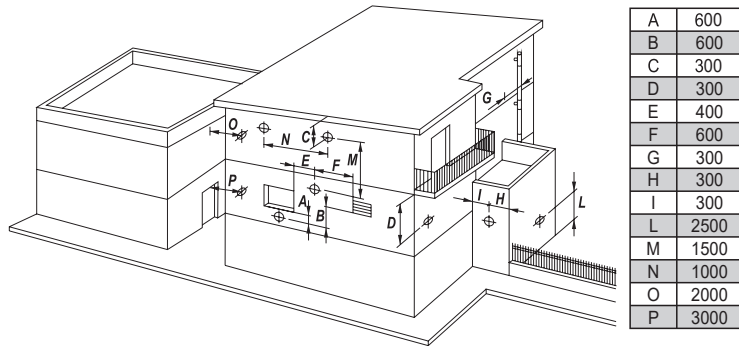

Рис. 12. Варианты расположения оголовка дымохода
**Внимание:** для котлов Vitatech D F40 используется комплект фланцев раздельного дымоудаления арт. 902619360 (рис. 12А)